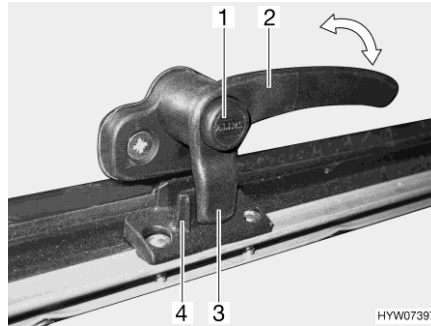
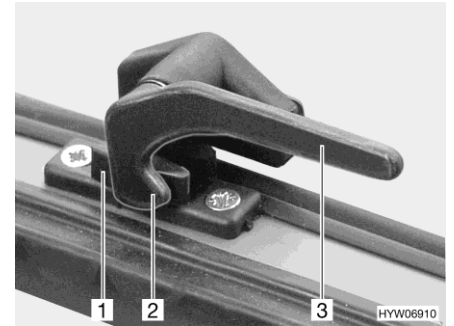

Bild 77 Låsarm med låsknapp i läget "stängd"
Bild 78 Låsarm i läget "stängd"
- Tryck på låsknappen (Bild 77,1) om sådan finns och håll den nedtryckt.
- Sväng låsarmen (Bild 77,2 eller Bild 78,3) ett kvarts varv mot fönstrets mitt.
- Sväng låsarmen (Bild 77,2 eller Bild 78,3) ett kvarts varv mot fönsterkarmen.
- Låsspaken (Bild 77,3 eller Bild 78,2) på låsarmen sitter helt på fönsterlåsets insida (Bild 77,4 eller Bild 78,1).
- I läget "helt stängt" (Bild 77 och Bild 78)